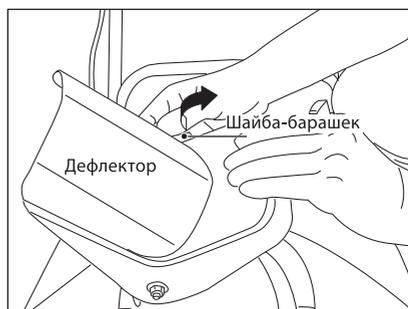

Рис. 4
- Закрепите дефлектор с двух сторон (рис. 4).